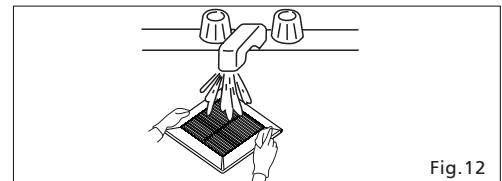

Fig.12
2. Lave y limpie la rejilla. (Use detergente de cocina no abrasivo y quite los restos con un trapo limpio y seco.) (Fig.12)